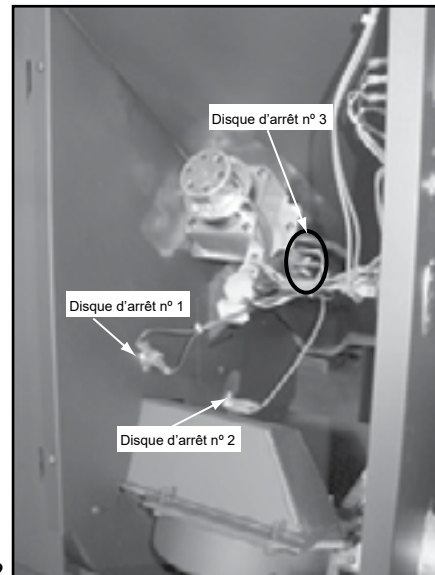

Figure 25.2
3. Le disque d'arrêt n° 1 est situé sur le plénum de convection, sous le moteur du système d'alimentation (**Figure 25.2**).
3. Le disque d'arrêt n° 3 est situé sur le support situé sur le tube d'alimentation, près du moteur du système d'alimentation (**Figure 25.2**).